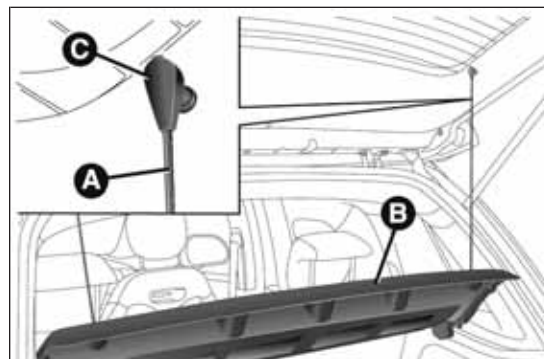

fig. 84
- ☐ liberar los extremos de las dos varillas A fig. 84 de sujeción de la bandeja B sacando los ojales C de los pernos de sujeción;